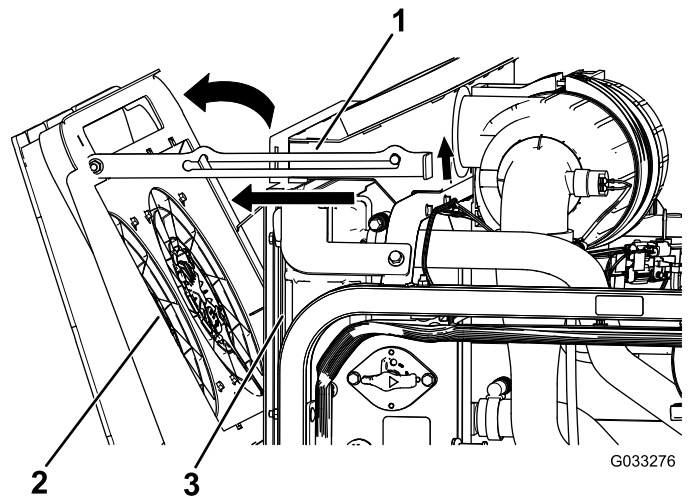

Figura 114
2. Gire los ventiladores de refrigeración del motor hacia atrás respecto al radiador, y enganche la varilla de sujeción en la muesca (Figura 114).